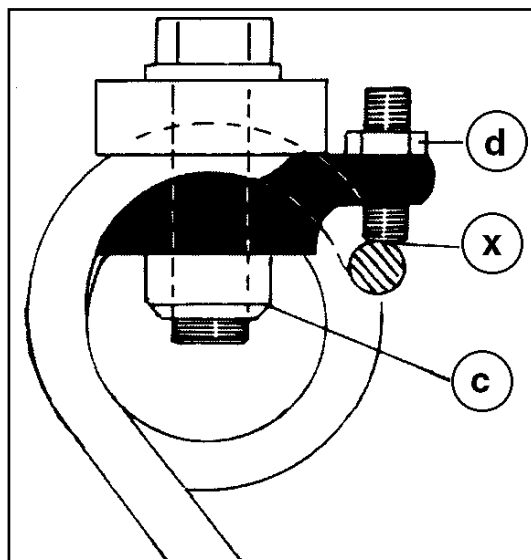

Fig. 4-1
- Débloquer les écrous six-pans (c) et les contre-écrous (d) (fig. 4-1).